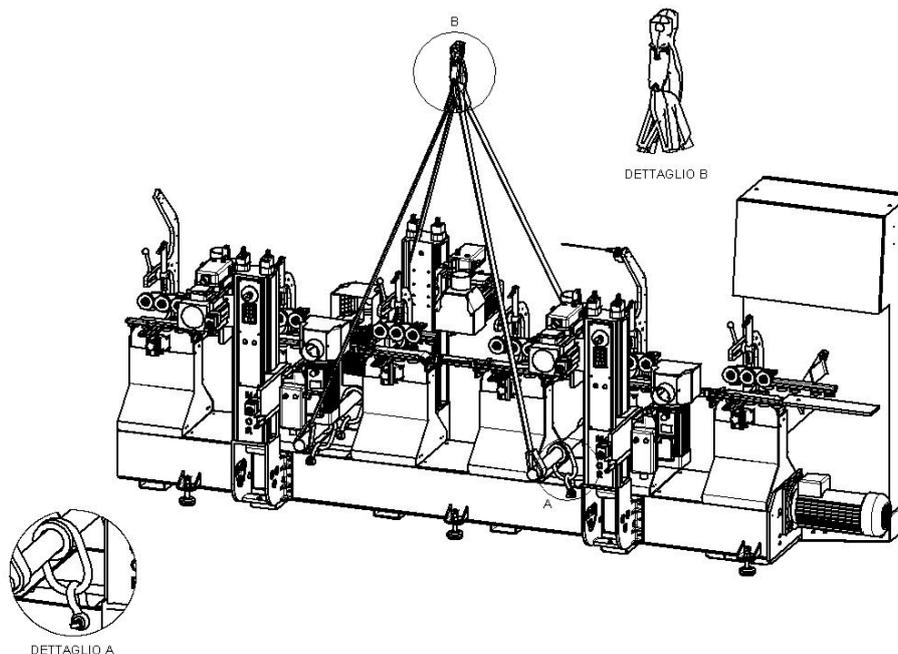

Fig. 3.1
**Una volta posizionate le funi attorno alle barre di dotazione tensionarle leggermente e sistemarle in modo da avvicinarle il più possibile al telaio dopo di che si può eseguire il sollevamento Fig.3.1.**